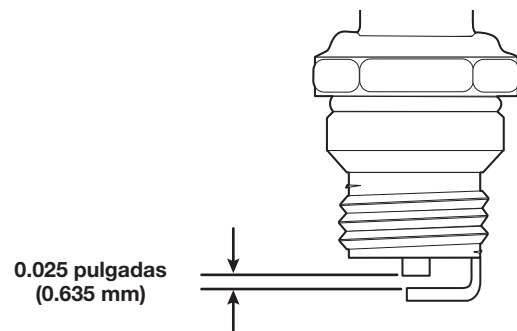

Fig. 26
4. Use un calibrador de hoja para ajustar abertura de la bujía a **0.025 pulgadas (0.635 mm)** (Fig. 26).